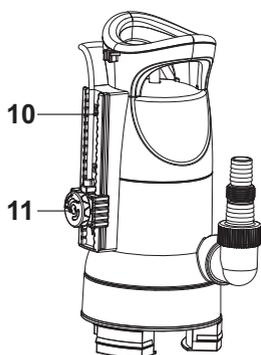

Fig. 7
- En mode automatique, faire glisser le capteur de marche/arrêt (11) sur le chariot du capteur (10). La pompe est automatiquement activée lorsque le niveau de l'eau dépasse le capteur de marche/arrêt (11) et s'éteint dès que le niveau d'eau devient plus bas que le capteur de marche/arrêt (11). (Fig. 7)